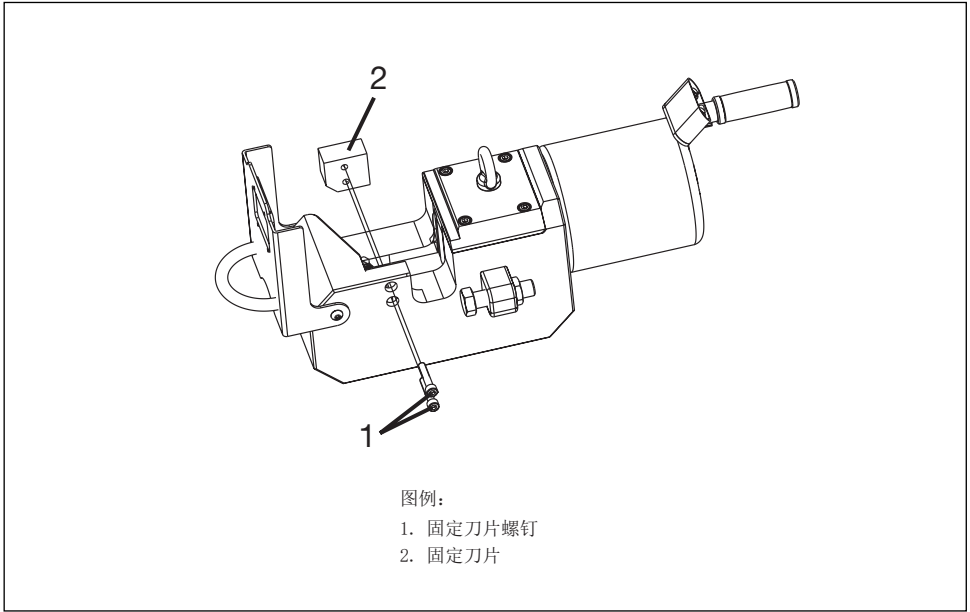

图 15，固定刀片更换
请按下述步骤更换固定刀片。参见图 15、第 1 和第 2 项。
6. 拆卸两个固定刀片螺钉（图 15，第 1 项）。
7. 拆卸磨损的固定刀片（图 15，第 2 项），并使用新的固定刀片进行更换。
8. 安装两个新的固定刀片螺钉（图 15，第 1 项）。新固定刀片螺钉包含在新刀片之中。扭矩为 37 ft-lb [50 Nm]。在安装前，在螺钉螺纹上涂抹 Loctite 243 螺纹密封剂（或同等产品）。